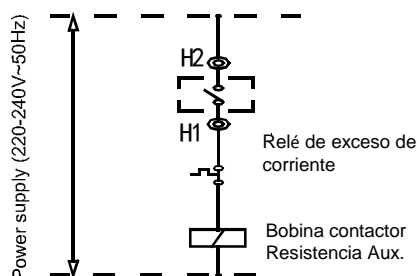

Fig.5-2
- Paso 10. La conexión de los cables de la resistencia eléctrica auxiliar se realizará a los terminales H1 y H2 de la unidad principal (Maestra), a través de un contactor externo, tal y como se muestra en la Fig. 5-2.